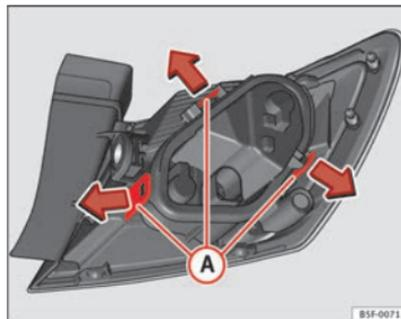

Abb. 194 Befestigungslaschen Rückseite Heckleuchte
- Bauen Sie den Lampenträger ⇒ Abb. 194 aus, indem Sie die Befestigungslaschen A entriegeln.